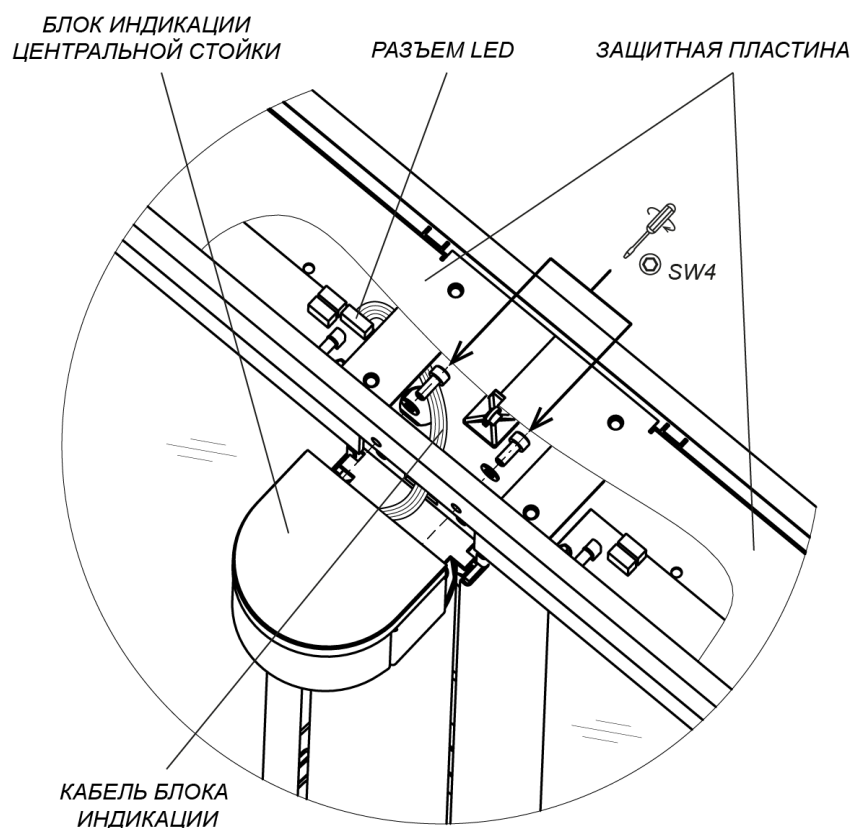

Рисунок 24. Монтаж блока индикации центральной стойки
Для установки блока индикации центральной стойки (3) (см. рис. 24):
3. Установите блок индикации на площадку, расположенную над поворотной опорой створки, и при помощи шестигранного ключа SW4 зафиксируйте его на верхнем коробе стойки (12), используя два винта M5×16 с шайбами из комплекта поставки.
Снятие блока индикации центральной стойки производится в обратном порядке. Перед этим необходимо демонтировать с секции турникета верхнюю крышку секции (10) (см. разд. 8.9.6, рис. 24, 25, 26).